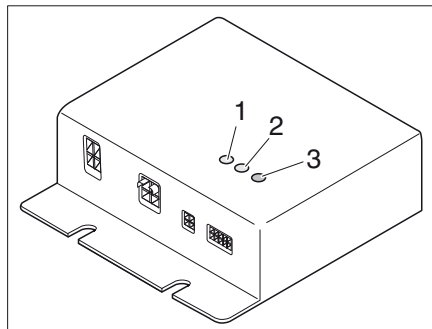

Bild 313 Reglerdon
Reglerdonet (Bild 313) finns i klädsåpet. Kontrolllamporna på reglerdonet har följande betydelse:
- Kontroll-LED (Bild 313,1) VK1 lyser grönt: värmekrets 1 är i drift
- Kontroll-LED (Bild 313,2) VK2 lyser grönt: värmekrets 2 är i drift
- Fel-LED (Bild 313,3)